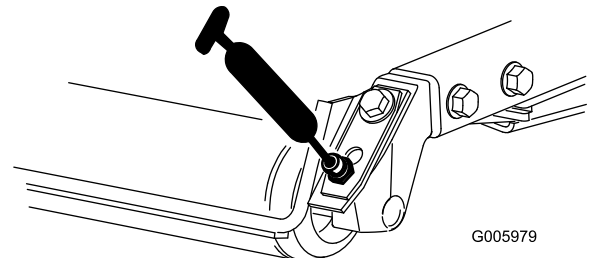
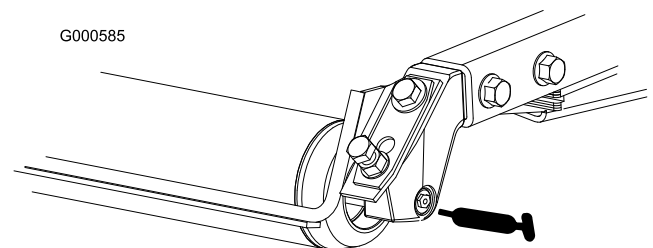

Bild 29
Bild 30
- Hintere Rollenlager (2 pro Mähwerk) (Bild 29 oder Bild 30)
Hinweis: Für Rollen, die mit bündigen Schmiernippeln ausgestattet sind (Bild 30), benötigen Sie einen Adapter für die Fettpressendüsen. Erhältlich unter der Bestellnummer 107-1998 vom Toro Vertragshändler.